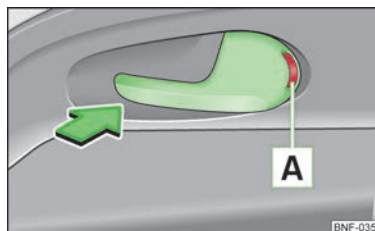

Fig. 12
- Presionar la palanca de apertura de la puerta en el sentido de la flecha de forma que la marca roja **A** » fig. 12 sea visible.
- Abrir la puerta tirando una vez de la palanca de apertura de la puerta en sentido contrario al de la flecha » fig. 12.